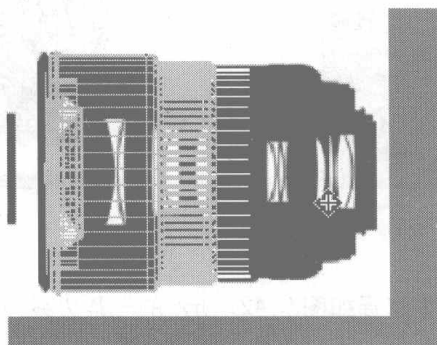

图 6.414
- 40** 进入 Modify 控制面板，将模式切换为曲线编辑，选择圆柱体上的曲线，将其调整为如图 6.414 所示的效果。